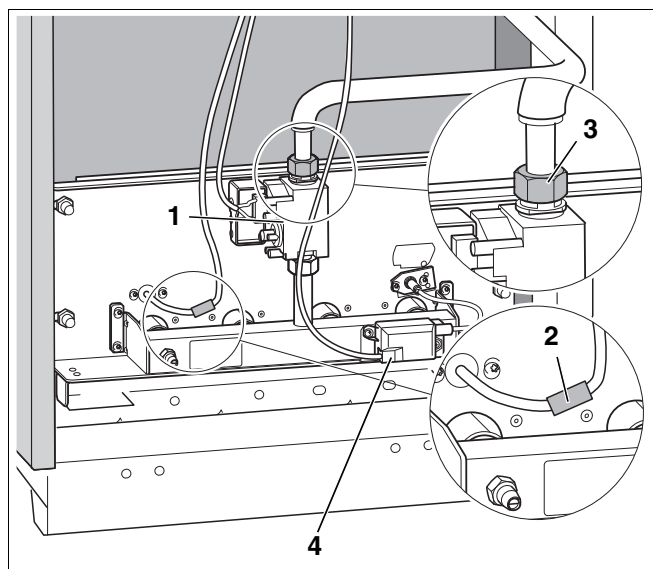

Рис. 37 Демонтаж горелки
- Отсоединить горелку от газовой арматуры в месте резьбового соединения (Рис. 37, **поз. 3**).
- Снять контактный предохранитель (Рис. 37, **поз. 2**) на контрольном кабеле и разъединить штекерное соединение.
- Вынуть штекер запального трансформатора (Рис. 37, **поз. 4**).